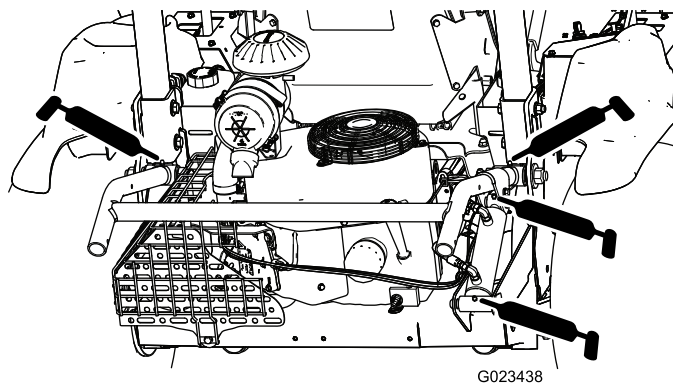

**Рисунок 30**
- Натяжитель ремня (1 шт.)—Рисунок 30